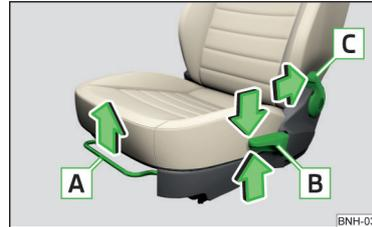

Abb. 51
Bedienelemente am Sitz » Abb. 51
- Den Hebel **A** » Abb. 51 (in der Mitte) in Pfeilrichtung ziehen und den Sitz in die gewünschte Richtung schieben.
- Den Hebel **B** » Abb. 51 in Richtung eines der Pfeile wiederholt ziehen bzw. drücken.
- Den Hebel **C** » Abb. 51 in Pfeilrichtung ziehen und mit dem Rücken die gewünschte Neigung der Sitzlehne einstellen.